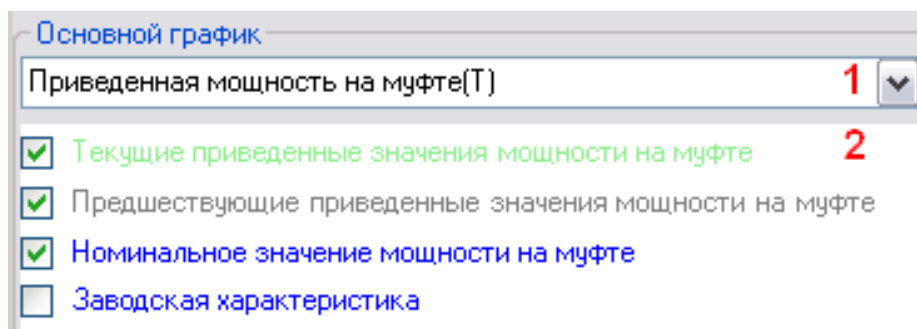

Рис. 83. Основной график
- «Name» - наименование графика, отображаемое в списке на панели оператора (см. [Рис. 83. Основной график \[1\]](#)).
- <ChartXY> - узел настройки графиков зависимостей одного параметра от другого (см. [Рис. 83. Основной график \[2\]](#)). Содержит следующий набор параметров: